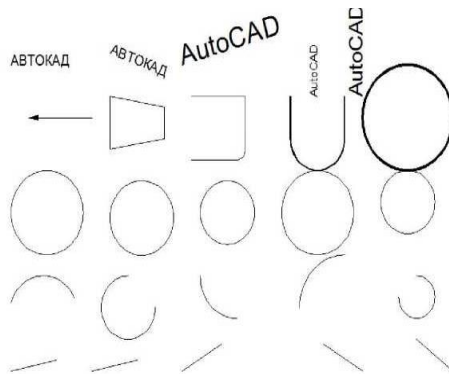

Рисунок 2. Образец выполненного задания
11. Сравнить полученный результат с образцом (рисунок 2)